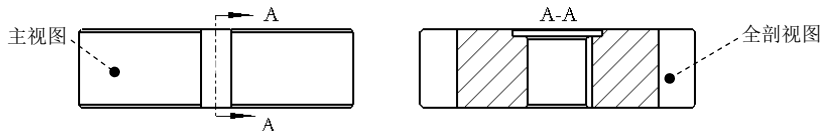
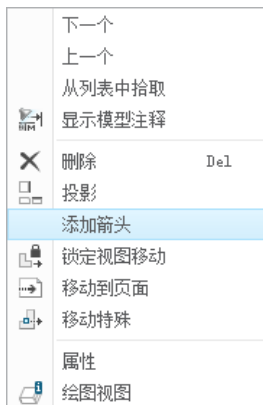

图 3.8.11 全剖视图
图 3.8.13 快捷菜单
全剖视图属于 2D 截面视图，在创建全剖视图时需要用到截面。全剖视图如图 3.8.11 所示，操作过程如下。
Step2. 选取图 3.8.11 所示的主视图并右击，从弹出的快捷菜单中选择 **投影** 命令。
(1) 选取图 3.8.11 所示的全剖视图，然后右击，从图 3.8.13 所示的快捷菜单中选择 **添加箭头** 命令。
(2) 在系统 给箭头选出一个截面在其处垂直的视图。中键取消。的提示下，单击主视图，系统自动生成箭头。